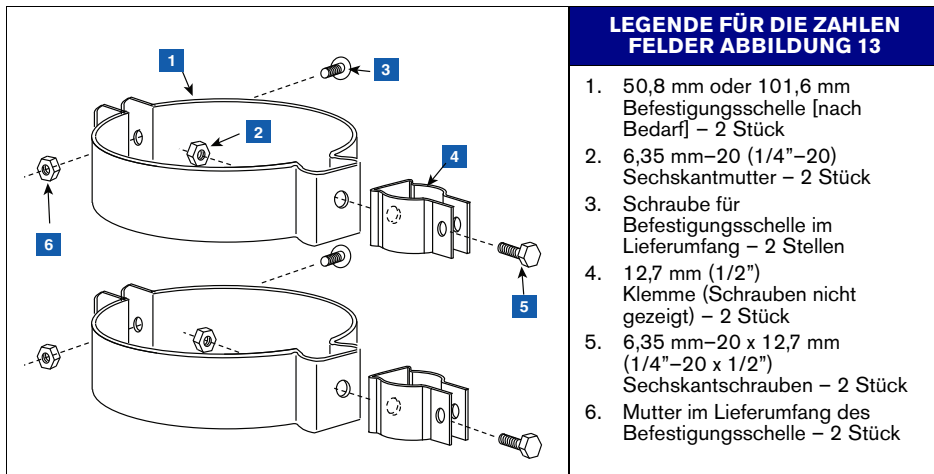

Abbildung 13. 12,7 mm [1/2"] Klemme an Befestigungsschelle befestigen
1. Die zwei 12,7 mm [1/2"] Klemmen an den zwei Befestigungsschellen aus dem Installationshardware-Kit (330020-528 oder 330020-835) (50,8 mm [2"] oder 101,6 mm [4"], je nach Bedarf), wie in Abbildung 13 gezeigt, befestigen. Die Befestigungsschellen so ausrichten, dass die Löcher für 12,7 mm (1/2") (Punkt 4) Klemmen vertikal ausgerichtet sind.